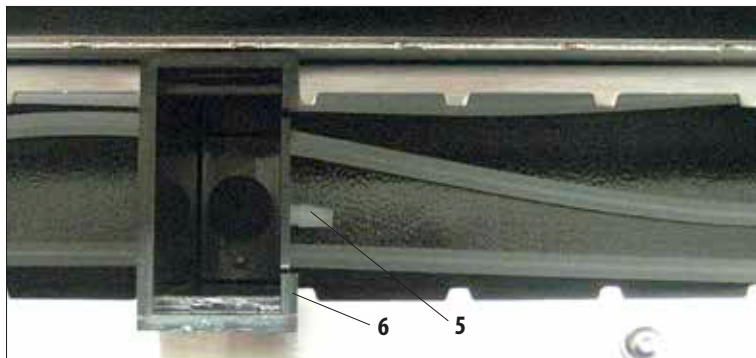

Рис. 23
Установите емкость для промывочной воды таким образом, чтобы штуцер шланга (5) был обращен в направлении отделения для извлечения предметных стекол (рис. 23).